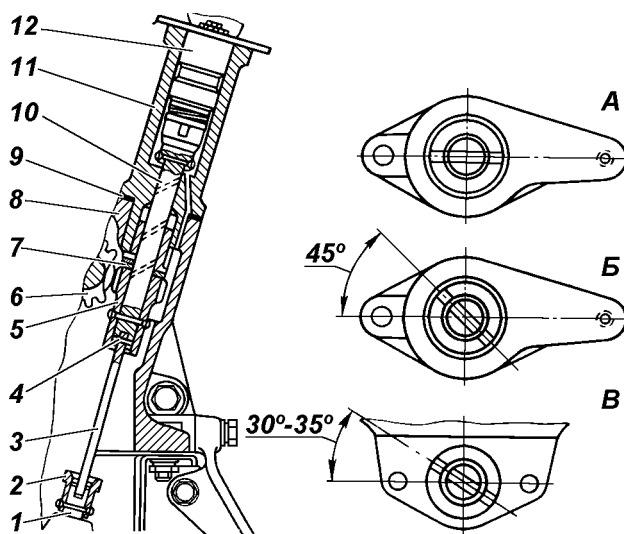

Рис. 4.97. Привод масляного насоса и распределителя зажигания двигателя УМЗ-421:
Изношенный по диаметру валик 10 (рис. 4.97) привода распределителя восстанавливается хромированием с последующей шлифовкой до диаметра $13_{-0,011}^{+0,011}$ мм.
При разборке насоса предварительно высверлите расклепанную головку штифта крепления втулки 2 (см. рис. 4.97) на его валике 1, выбейте штифт, снимите втулку и крышку насоса. После этого выньте валик насоса вместе с ведущей шестерней из корпуса в сторону его крышки.
4. Проверните валик привода, чтобы прорезь на его торце для шипа распределителя была расположена так, как указано на рис. 4.97Б, а валик масляного насоса при
помощи отвертки проверните в положение, указанное на рис. 4.97В.
5. Осторожно, не задевая шестерней за стенки блока, вставьте привод в блок. После установки привода на место его валик должен занять положение, указанное на рис. 4.97А.